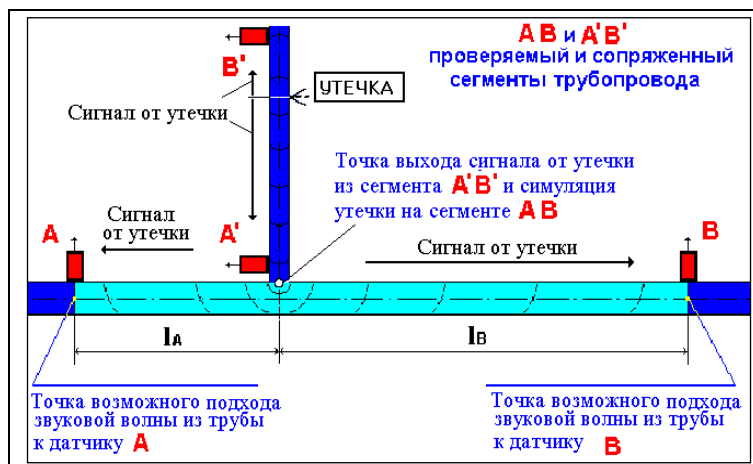

Рис.44. Иллюстрация определения мнимой утечки, определенной на сегменте АВ, в районе стыка с отводом А'В', имеющего утечку.
В тех случаях, когда место утечки, определенное течеискателем, расположено в ближней зоне (0,5...1 м для сегментов длиной до 20 м и 3...5 м для сегментов до 300 м) от места сопряжения контролируемого трубопровода с внешним трубопроводом или в зоне установки вибропреобразователей, требуется дополнительно проверить, не является ли данная утечка **«мнимой» (псевдоутечкой), которая на самом деле расположена в другом месте или вовсе не существует.** Данная ситуация встречается довольно часто и нередко приводит к существенным ошибкам по определению местоположения утечки. Это проиллюстрировано на рис.44.
Чтобы избежать ошибок в данном случае, необходимо провести дополнительную проверку на сопряженном сегменте, как показано на рис.44.
**Второй возможный результат.** Утечка выявляется на сопряженном сегменте, и ее местоположение определяется на противоположном конце от первого проверенного сегмента или вблизи него (точка В', рис.44). Этот результат может быть следствием:
**Третий возможный результат В.** Утечка выявляется на сегменте А'В', и ее положение определяется на ближнем конце к первому проверенному сегменту АВ или вблизи него (точка А', рис.44).